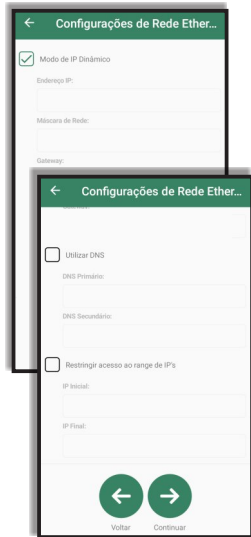

Figura 15
Passo 1: Na tela **Configurações Básicas**, selecione no campo **Interface de Rede** a opção **Ethernet** (Figura 15).